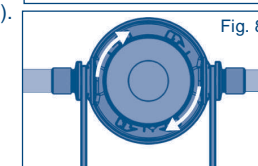

Fig. 8
- Quatre possibilités de réglage existent pour le bypass. Le réglage usine du bypass est « 2 ». Le réglage du bypass/coupage peut s'effectuer par rotation du bouchon de la tête de filtre (voir la fig. 8). Tournez le bouchon vers la gauche ou la droite jusqu'à ce que le repère soit pointé sur la valeur souhaitée et que le bouchon s'enclenche.